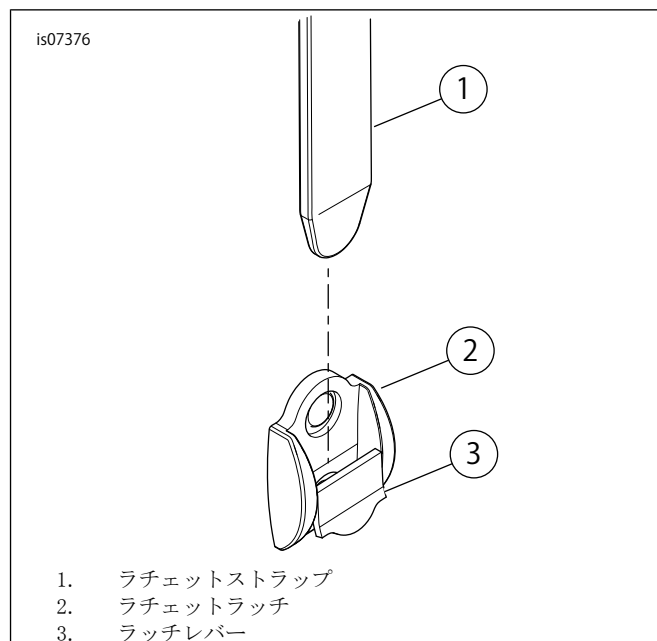

図1。ラチェットラッチ
1. 「図1」を参照してください。マグネットスナップからサドルバッグリッドストラップを持ち上げ、ラチェットラッチ(2)を見えるようにします。